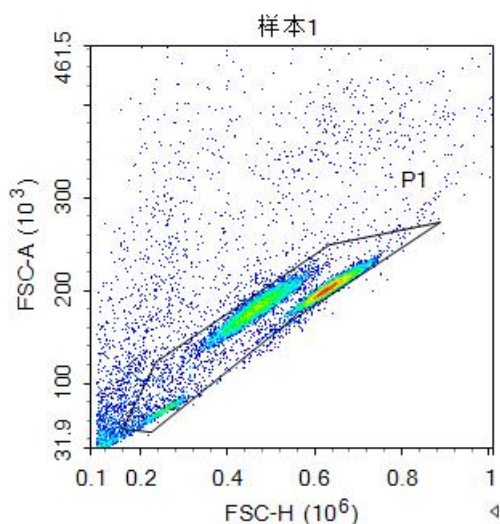

图1
- (1)建立 X 轴为 FSC-H,Y 轴为 FSC-A 的密度图模板，设定门，不包含碎片和黏连的微球，如下图 1，P1